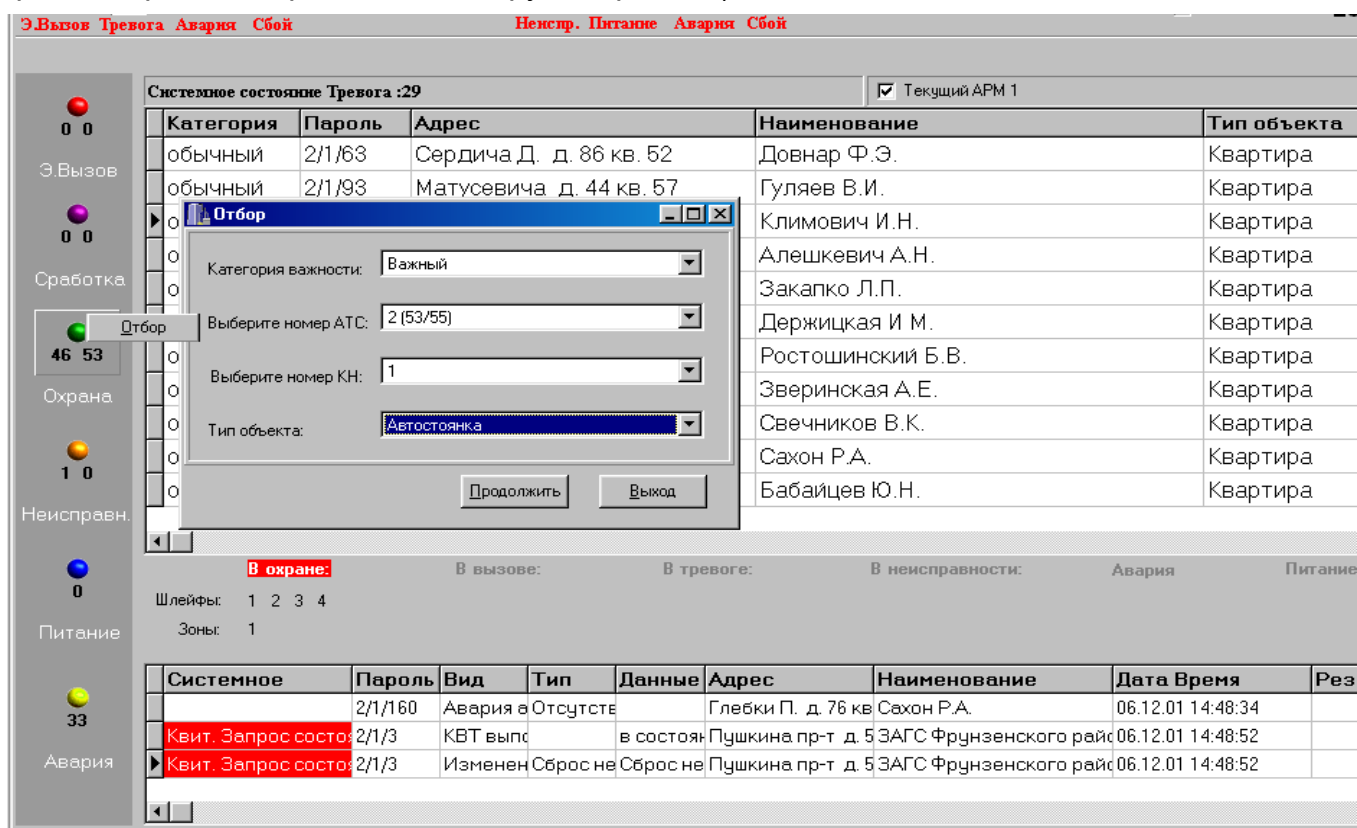

Рисунок 14
3.3.2 Объектовые кнопки быстрого поиска отображают текущее состояние паролей (слева) и зон (справа) на охраняемых объектах (рисунок 14). Как уже отмечалось выше, работа оператора не влияет на данную информацию – она определяется только состоянием объектового оборудования. Например, по конкретному паролю может быть установлен объектовый флаг «Тревога», а в системных флагах он будет отсутствовать (оператор отработал данный пароль). Наоборот, по объектовому прибору нет флага «Тревога», а в системных флагах он присутствует (либо оператор не отработал данный пароль, либо установка системного флага «Тревога» произошла по другой причине).